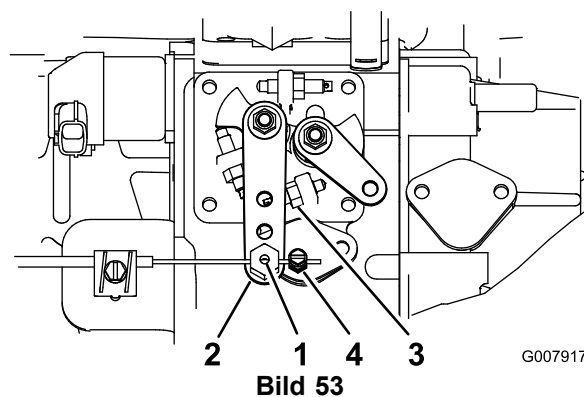

Bild 53
- Lockern Sie den Anschluss des Bowdenzugs neben dem Hebel der Einspritzpumpe (Bild 53).
- Halten Sie den Hebelarm der Einspritzpumpe gegen den Anschlag für den hohen Leerlauf (Bild 53).